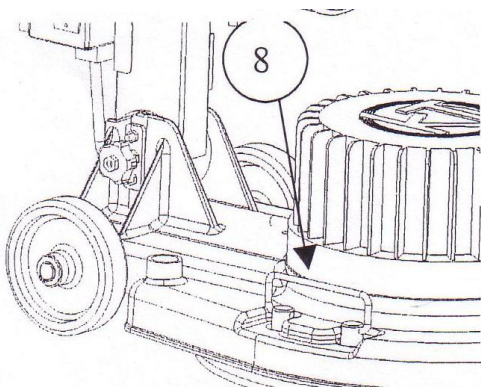
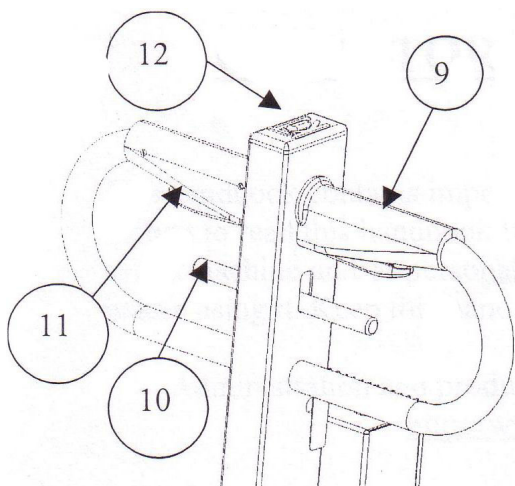

Рисунок 5
Рисунок 6
6. Поднимите мотор при помощи ручек по бокам (8, рис.5).
2. Один человек становится справа от машины, держа правую рукоятку ручки (9, рис.6) и правую ручку на корпусе электродвигателя (8, рис.5);
3. Второй становится слева от машины, держа левую рукоятку ручки (9, рис.6) и левую ручку на корпусе электродвигателя (8, рис.5);